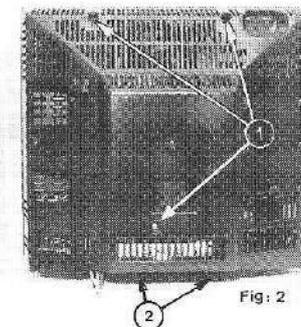

Fig. 2
20) — DOS — (Fig. 2)
- Dévisser les 3 vis (1) imperdables complétement.
- Exercer une pression de bas en haut dans les encoches (2) de façon à dégager le bas du dos et ôter ce dernier.